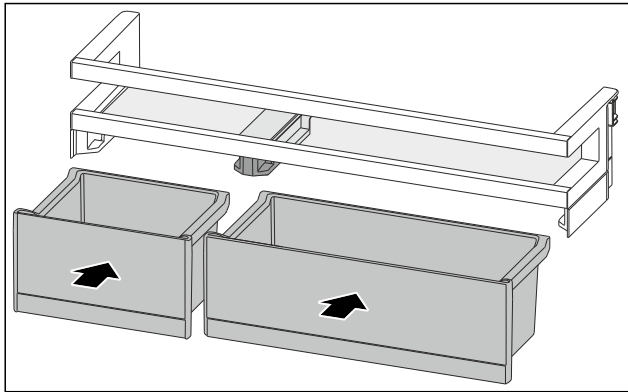

Fig. 89
- ▶ Вставте контейнери VarioBox у зміннені положення. (див. Fig. 89)